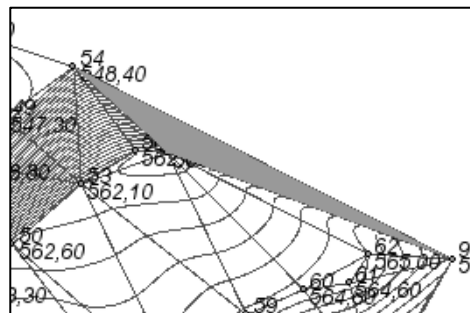

Рис. 3.10. Указание треугольников
8.2. Удалите узкие треугольники на внешнем контуре при помощи команды **ПОВЕРХНОСТЬ – УДАЛИТЬ ПОВЕРХНОСТЬ – УДАЛИТЬ ТРЕУГОЛЬНИКИ**. Курсор в режиме указания площадных объектов (рис. 3.10).